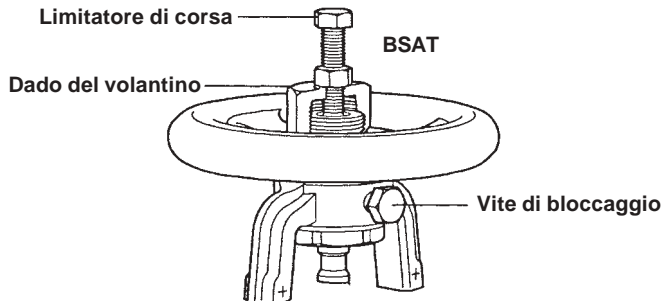

Fig. 8
- Una volta ottenuta la portata richiesta, serrare la vite di blocco ed eventualmente posizionare il limitatore di corsa (vedere la fig.8). Questa operazione minimizzerà gli effetti di eventuali vibrazioni. La variazione dei coefficienti di portata in funzione dell'apertura della valvola, numero delle rotazioni del volantino, è visibile sulla tabella di seguito riportata.